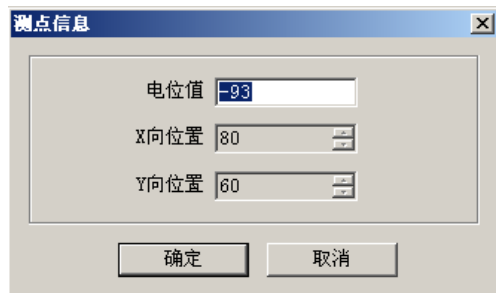

图 4.14 测点信息
1、编辑测点：编辑当前测点的相关信息（其中当前测点是指视图区中“数据阵列”、“数据图标”和“数据色谱”中静态光标标记的测点），编辑测点对话框(如图 4.14 所示)；
2、添加测点：向当前构件手动添加一个测点，相应的弹出对话框(如图 4.14 所示)；